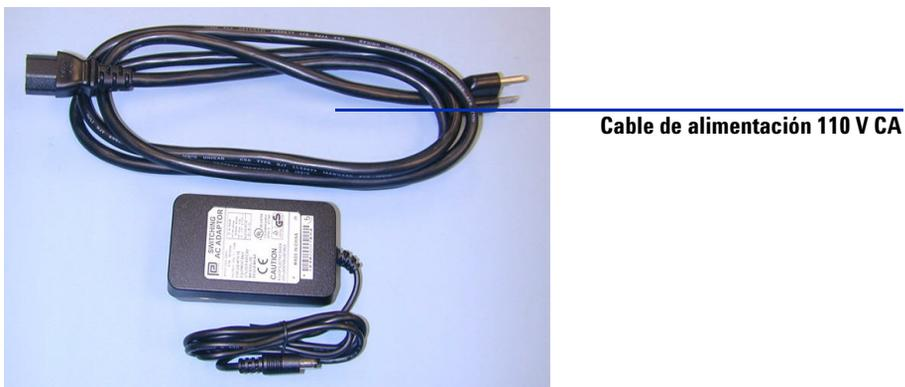

Figura 21 Cable de alimentación y fuente +15 V CC
- 3 Conecte el otro extremo de la fuente de alimentación de +15 V CC a una salida 110 V CA utilizando el cable de alimentación suministrado con la fuente de alimentación de +15 V CC. Consulte Figura 21.